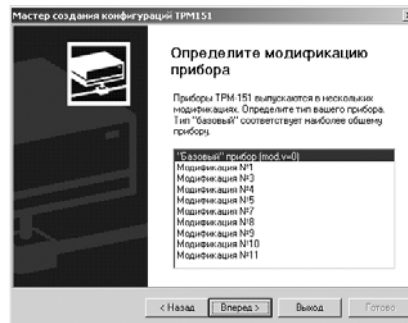

Рис. 26
**Если модификацию считать не удается,** появится соответствующее сообщение. Нажмите [OK] – открывается окно с приглашением выбрать модификацию прибора из списка (рис. 26).